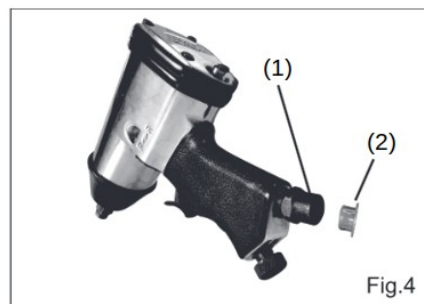

Fig.4
- Retire la cubierta protectora de plástico (**Fig. 4, 2**) para la entrada de aire (**Fig. 4, 1**) como se muestra.